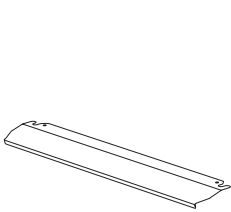

Abb. 29
1. Eine Sicherheitsabdeckung schützt das Bedienfeld und die Tasten, wenn sich der Backofen im Grillmodus befindet. (abbildung 29)